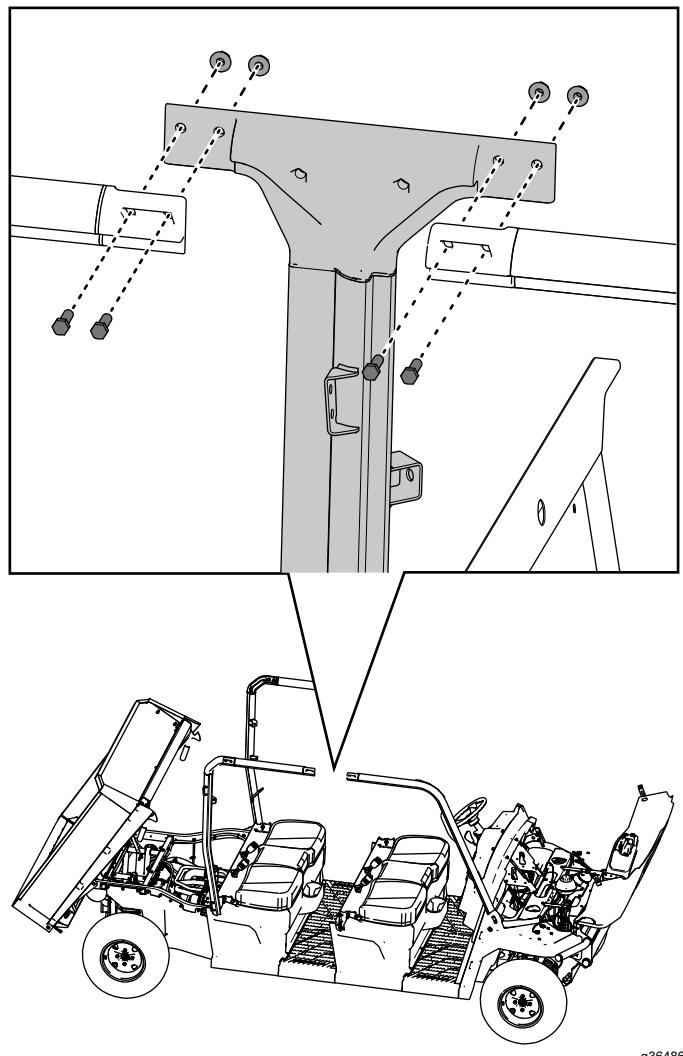

Bild 46
12. Befestigen Sie die Oberseite der rechten, mittleren Überrollbügelbaugruppe mit vier Sechskantschrauben ($\frac{3}{8}$ " x $1\frac{1}{4}$ ") und vier Sicherungsmuttern ($\frac{3}{8}$ ") lose an den rechten, vorderen und hinteren Überrollbügelbaugruppen, wie in Bild 46 dargestellt.